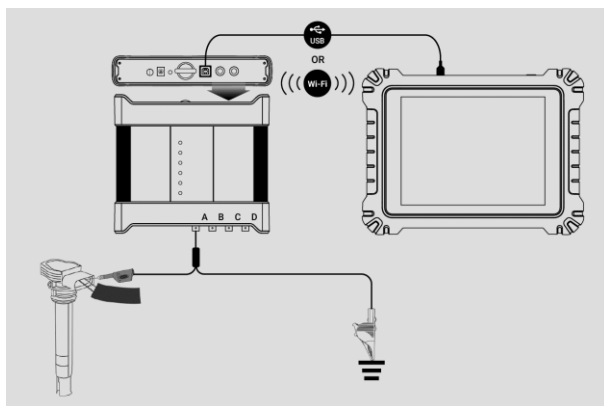

Figura7-1 Schema concettuale
1. Inserire le estremità dei puntali di prova o delle sonde appropriate nel/nei canale/i di ingresso per completare il collegamento. (Vedere Figura7-1 Schema concettuale.)